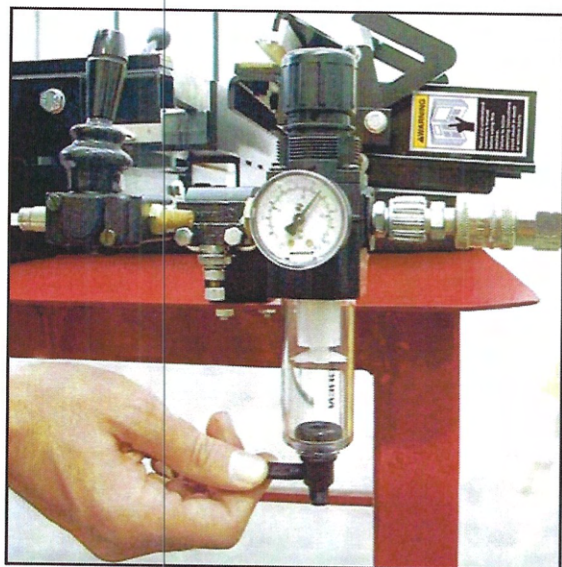

FIG6.1
- scaricare l'eventuale accumulo di condensa sul filtro aria (FIG.6.1).
- Discharge the excess of condensate on the filter air (FIG.6.1).